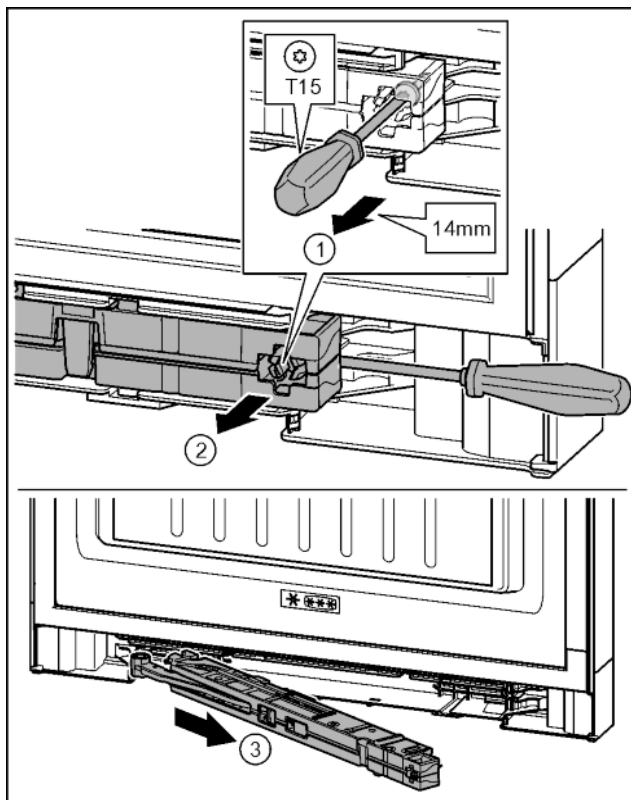

Fig. 20
- ▶ Šroub na jednotce tlumiče zavírání povolte šroubovákem T15 o cca 14 mm. Fig. 20 (1)
- ▶ Šroubovákem na straně madla zajed'te za jednotku tlumiče zavírání. Otočte jednotku dopředu. Fig. 20 (2)
- ▶ Vytáhněte jednotku. Fig. 20 (3)